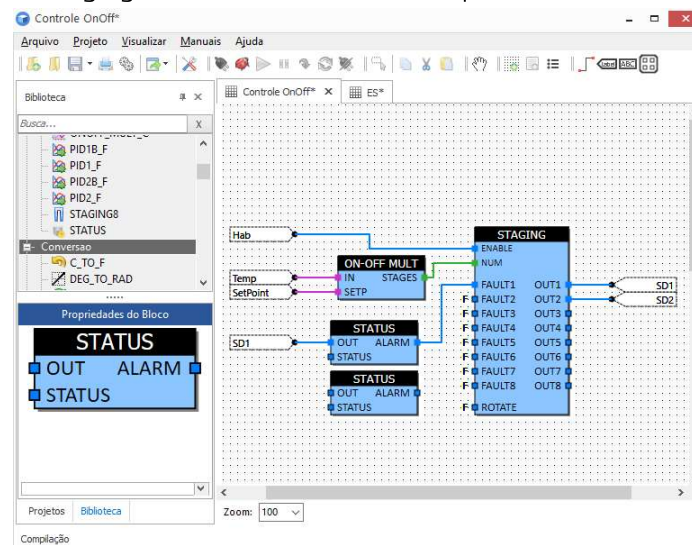

Figura 15
3. Conecte a saída "ALARM" do primeiro bloco "STATUS" na entrada "FAULT1" do bloco "Staging8" e a saída "OUT1" do bloco "Staging8" na entrada "OUT" deste primeiro bloco "STATUS"; (Figura 15)